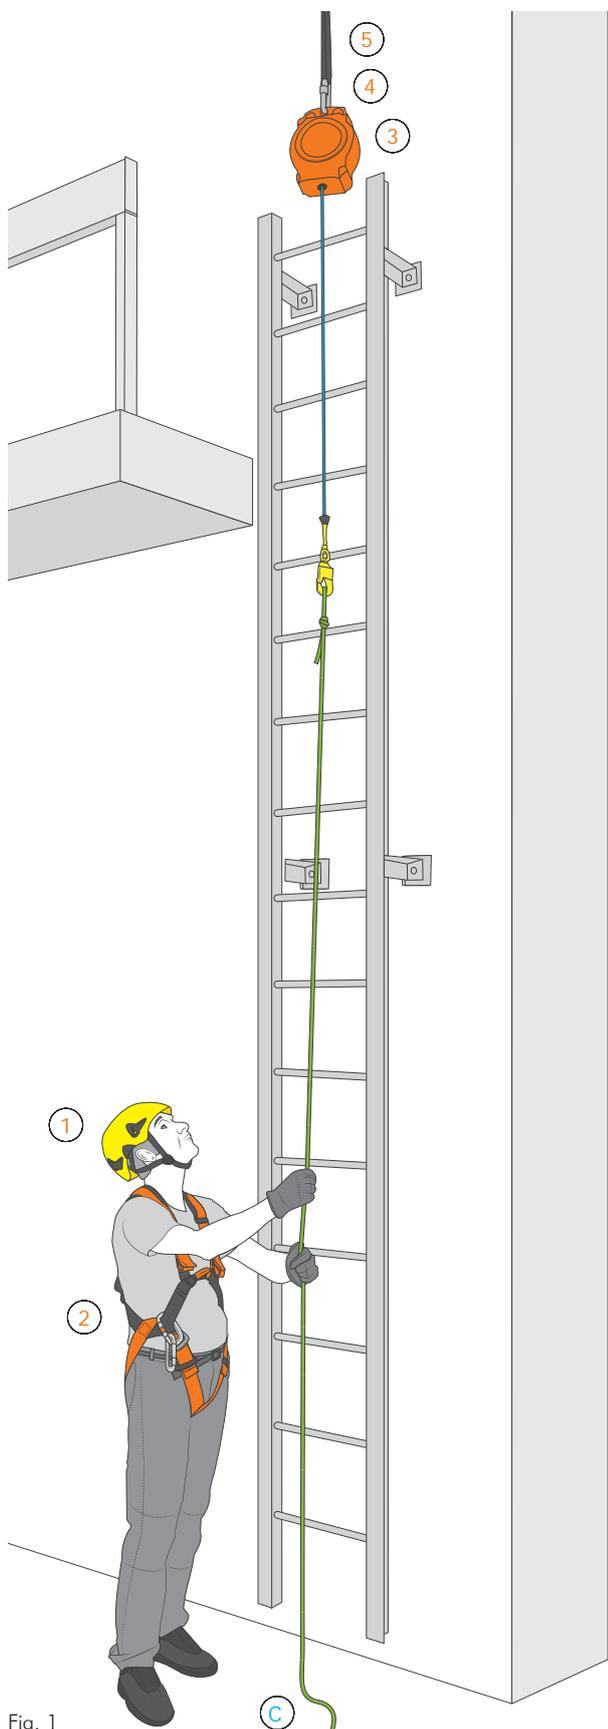
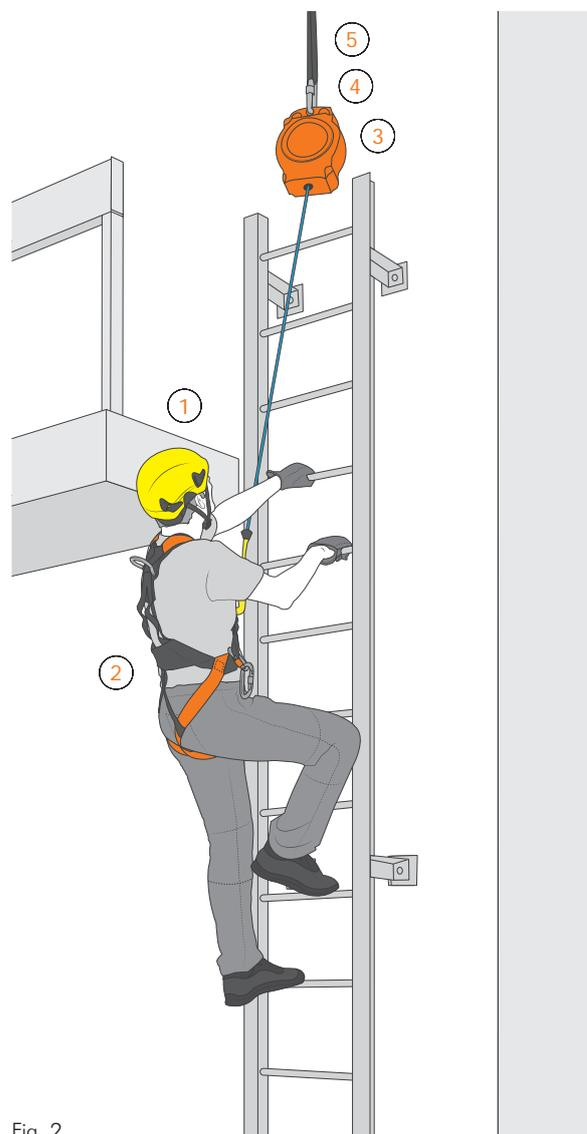

Fig. 1
Fig. 2
D2 / En la parte superior de la escalera hay un sistema anticaídas retráctil EN 360 (3) de una longitud adecuada a la escalera y con una cuerda de recuperación (C). Antes de subir, el operario tira de la cuerda de recuperación para bajar el conector del sistema anticaídas retráctil y conectarlo a la anilla esternal o dorsal del arnés EN 361 (2). A continuación, el operario podrá ascender y descender por la escalera con seguridad (Fig. 2). Esta solución requiere un sistema de protección adicional, que cada 12 meses permita el desmontaje, la inspección y la reinstalación del sistema anticaídas retráctil.
D2 / Alla sommità della scala è installato un anticaduta retrattile EN 360 (3) di lunghezza adeguata a quella della scala e provvisto di cordino di recupero (C). Prima della salita l'operatore dovrà avvicinare a sé, tramite il cordino di recupero, il connettore terminale dell'anticaduta retrattile (Fig. 1) e agganciarlo all'anello sternale o dorsale EN 361 dell'imbracatura anticaduta (2). Fatto ciò, l'operatore potrà salire e scendere in sicurezza la scala (Fig. 2). Questa soluzione necessita inoltre di un sistema di protezione supplementare che consente, ogni 12 mesi, la rimozione ed il riposizionamento dell'anticaduta retrattile sottoposto ad ispezione periodica.